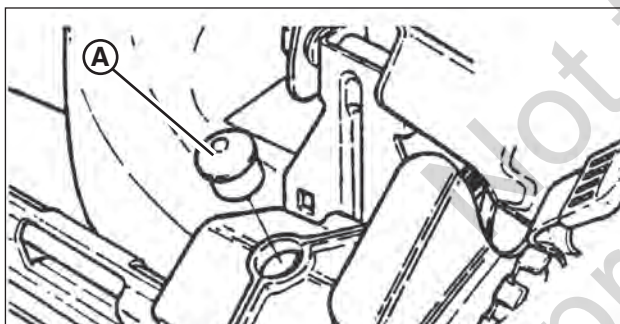

Figure 15: Dépose du bouchon de remplissage de transmission
1. Enlevez le bouchon de remplissage de la transmission (**A, Figure 15**). Poussez la machine vers l'avant ou vers l'arrière tout en regardant dans l'orifice du bouchon.